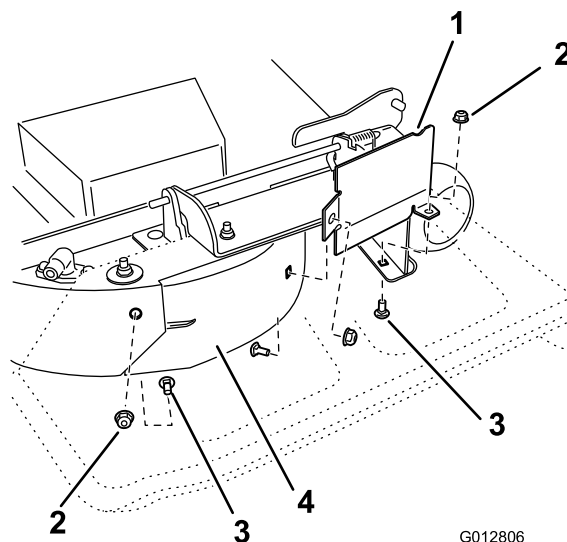

Figura 30
8. Retire el perno de cuello cuadrado (5/16" x 3/4") y la contratuerca (5/16"), situados en la pared trasera de la carcasa de corte, que sujetan el deflector a la carcasa (Figura 30).
9. Localice el protector del deflector en el borde delantero del orificio de descarga lateral. Retire las fijaciones que sujetan el protector del deflector y el deflector derecho a la carcasa de corte, según se muestra en Figura 30. Retire el protector del deflector y guarde todos los herrajes.